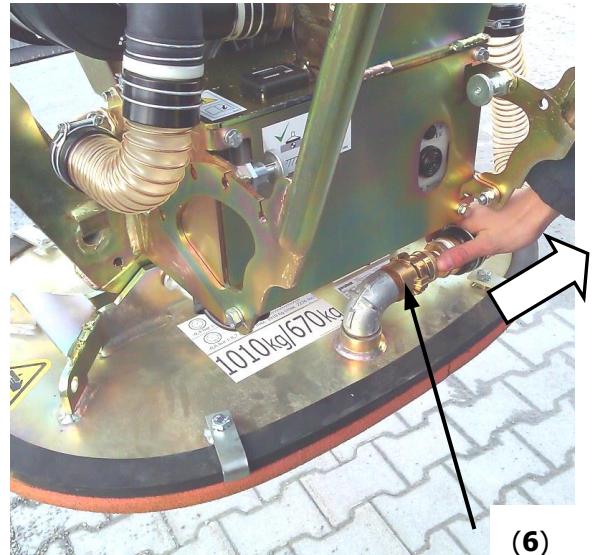

Abb. 7
- Zur Erhöhung der Saugleistung bei stark porösen Lasten (Steinplatten) kann die standardmäßig montierte Schnellwechsellkupplung (6) von der Saugplatte demontiert werden, um den Vakuumschlauch dann direkt an die Saugplatte anzuschließen.
- Hierfür muss Schnellwechsellkupplung (6) am Saugschlauch entfernt werden (→ Abb. 7 + 8).